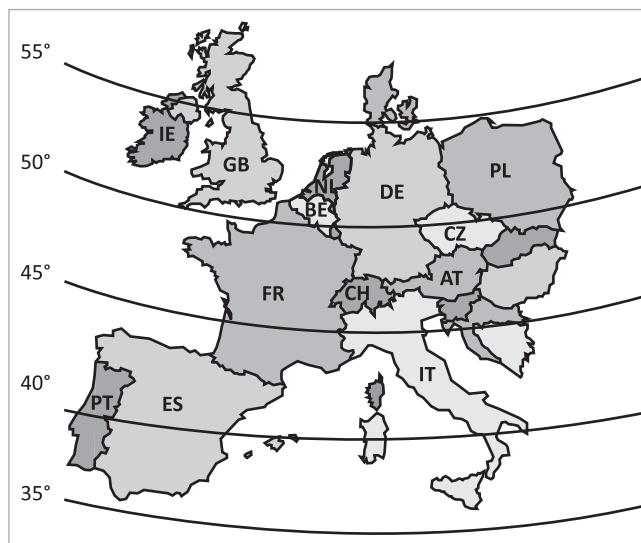

Abb. 7: Breitengrade in Europa
- Aus der → Abb. 7 lässt sich der Breitengrad des eigenen Standortes ablesen.